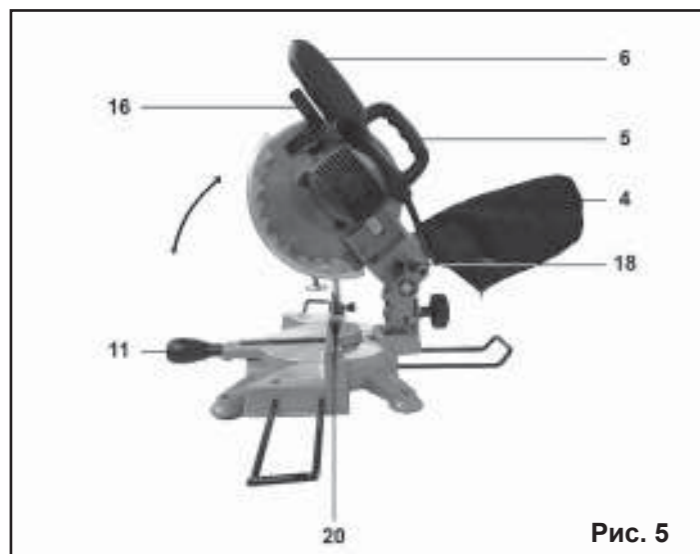

Рис. 5
После этого придерживайте рукоятку пилы (6); пила под действием пружины переместится в верхнее положение (см. Рис.5).